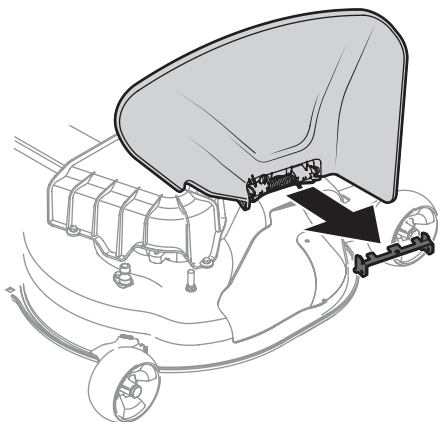

Figure 12
2. Abaissez le déflecteur d'éjection et jetez le support. Voir Figure 12.